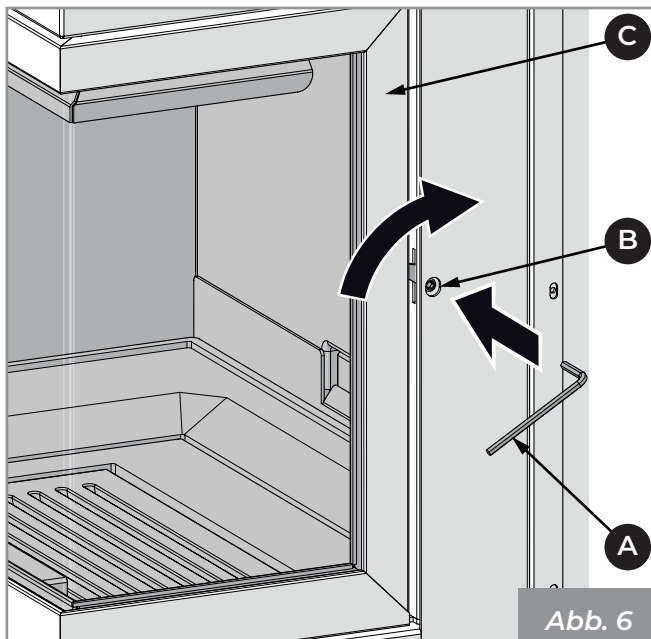
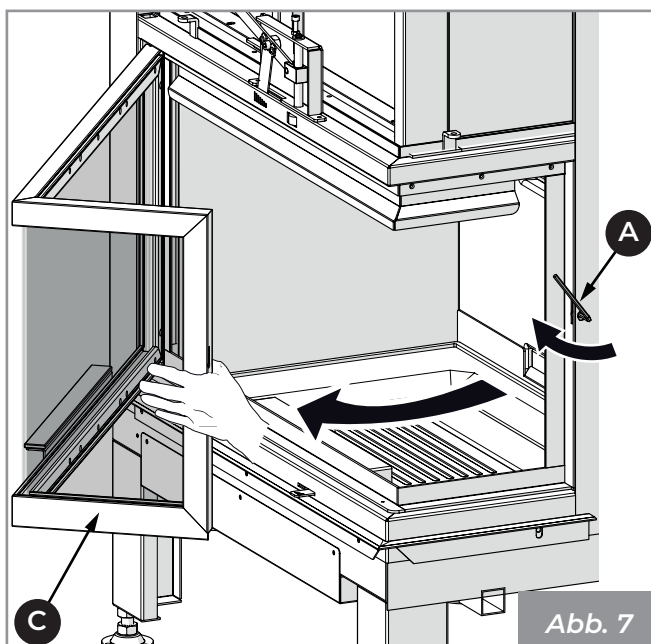

Abb. 6
Abb. 7
- 2) Führen Sie den Innensechskantschlüssel (A) in das Loch (B) ein, um die Tür (C) zu öffnen (Abb. 6 - Abb. 7).